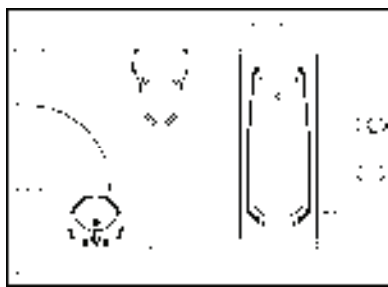

图 13-89 绘制结果
6) 重复调用“布置洁具”命令, 继续绘制座便器和洗手盆图形, 结果如图 13-89 所示。